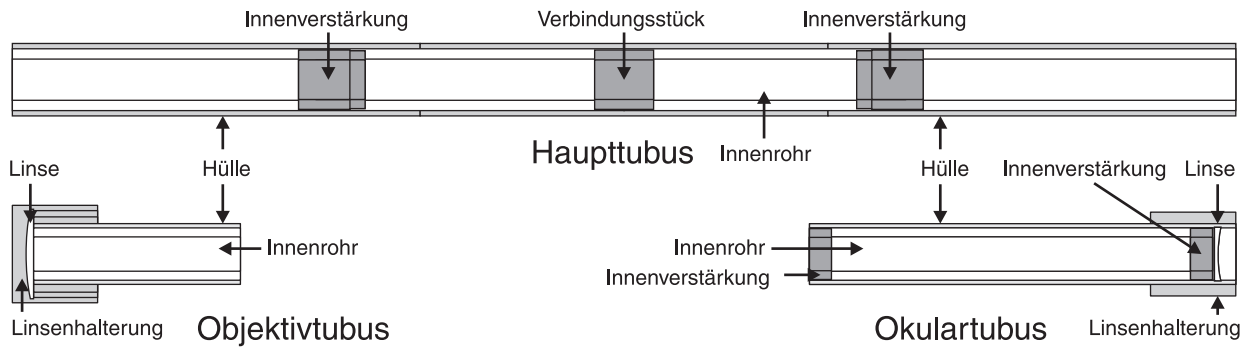
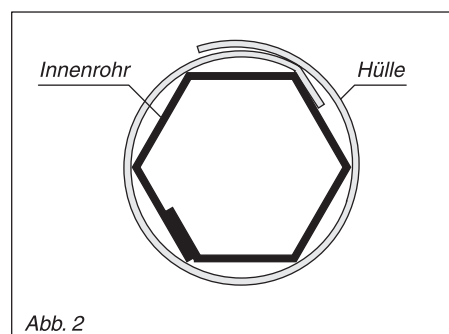
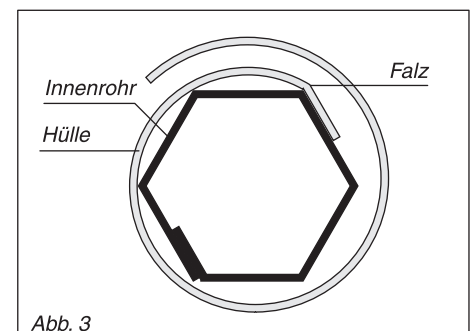

Abb. 1
Abb. 2
Abb. 3
*Objektivtubus, Okulartubus und Haupttubus werden alle nach dem selben Prinzip gebaut: Zunächst wird ein Kartonteil zu einem sechskantigen Innenrohr gefalzt und geklebt, dann wird darum ein rund gebogenes Stück Karton als Hülle geklebt. In Verbindung mit weiteren innen und außen angebrachten Stützelementen ergibt das eine stabile, im Querschnitt wabenähnliche Konstruktion (s. Querschnitt oben und Abb. 2). – Vom Objektivtubus wird zunächst nur das eckige Innenrohr und die runde Außenhülle fertig gestellt, die Linsenhalterung wird erst später im Abschnitt E angebracht.*
Falzen Sie die Klebelasche der Außenhülle zunächst vor und zurück, um sie etwas beweglich zu machen, und dann nach hinten. Kleben Sie sie so auf eine der Sechskantseiten, dass der Falz genau auf der Kante liegt (s. Abb. 3) und die Hülle an keiner Seite des Innenrohres übersteht (s. Abb. 1). Gut trocknen lassen und dann einmal zur Probe um das Innenrohr wickeln (s. Abb. 2). Beachten Sie die Überlappung auf der anderen Seite um ca. 1 cm.